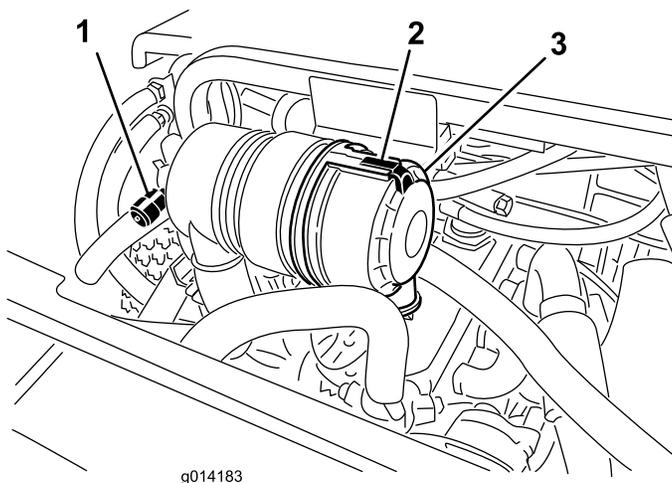

Figure 26
Faites l'entretien du filtre à air uniquement quand l'indicateur de colmatage (Figure 26) indique que cela est nécessaire. Changer le filtre à air prématurément ne fait qu'accroître le risque de contamination du moteur par des impuretés quand le filtre est déposé.
1. Desserrez le verrou qui maintient le couvercle sur le boîtier du filtre à air (Figure 26).